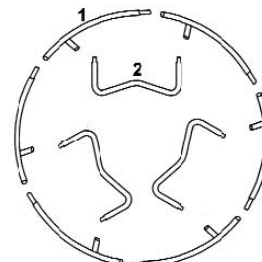
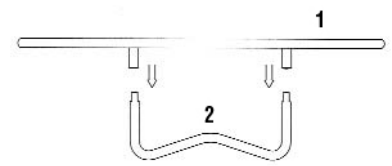

Abb. 1
Abb. 2
Es sind insgesamt 6 Teile aus Stahlrohr (1) vorhanden, um den Rahmen daraus zusammenzusetzen. Alle Teile mit derselben Teilenummer sind austauschbar und weisen hinsichtlich einer Links- oder Rechtsausrichtung keine Unterschiede auf. Um die Teile zu verbinden, muss lediglich das schlankere Ende eines Rohrstücks in das größere Ende des nächsten Rohrstückes gesteckt werden (Abb.1). Danach werden die 3 Füße (2) in die Stützen gesteckt. Achte darauf, dass der Klickmechanismus richtig einrastet (Abb.2).